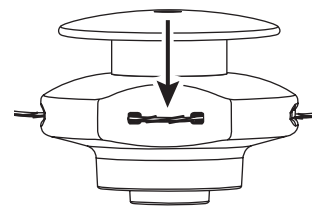

Fig. 22
5. Poussez le fil de la débroussailleuse derrière le crochet pour l'empêcher de se détacher en cours de fonctionnement (Fig. 22).